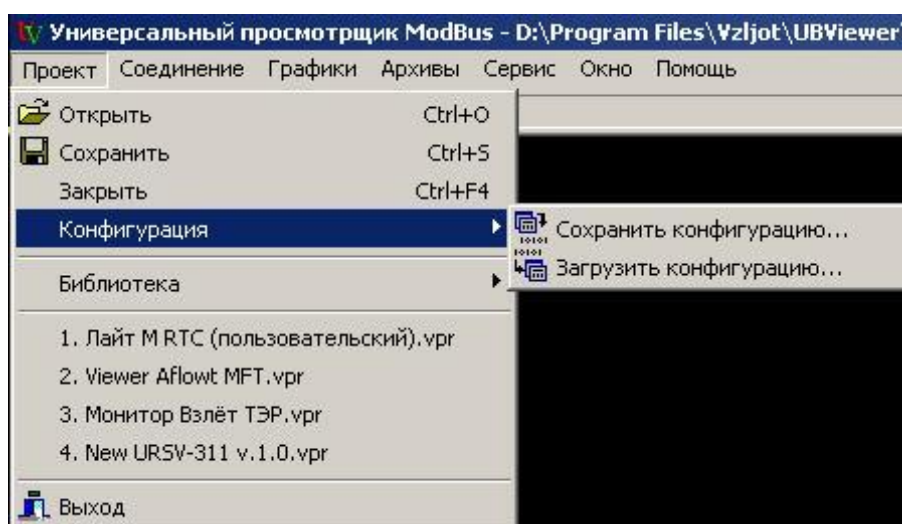

Рис.19. Окно «Универсальный просмотрщик».
- в программе «Универсальный просмотрщик» выбрать пункт «Проект» / «Конфигурация» / «Сохранить конфигурацию» (рис.19).